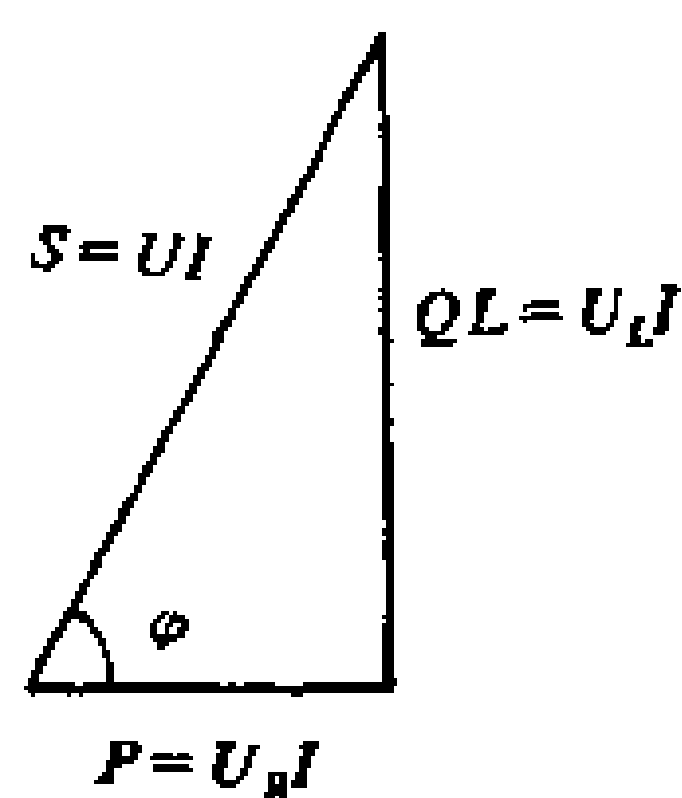

图 1-77
③视在功率: 若将图 1-76 (b) 所示的电压三角形各边均乘以电流的有效值  $I$ , 则得到一个与电压三角形相似的功率三角形, 如图 1-77 所示。功率三角形的底边就是有功功率  $P$ ;  $\varphi$  角的对边就是无功功率  $Q_L$ ; 而斜边等于电压有效值与电流有效值的乘积, 它也具有功率的性质, 因此就把它称为视在功率, 用符号  $S$  表示, 即